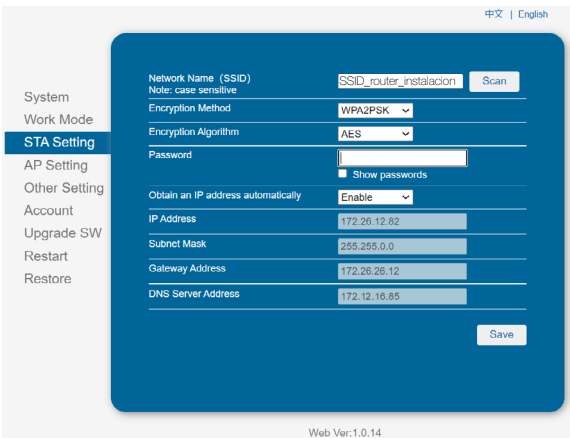

Fig. 48. Pantalla guardar password.
7. Entrar el password en la casilla en blanco y hacer clic en "Save". Ver Fig. 48.